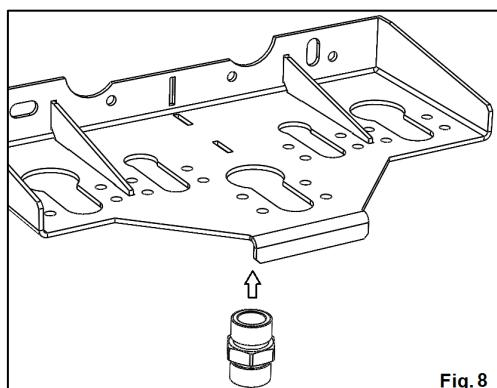
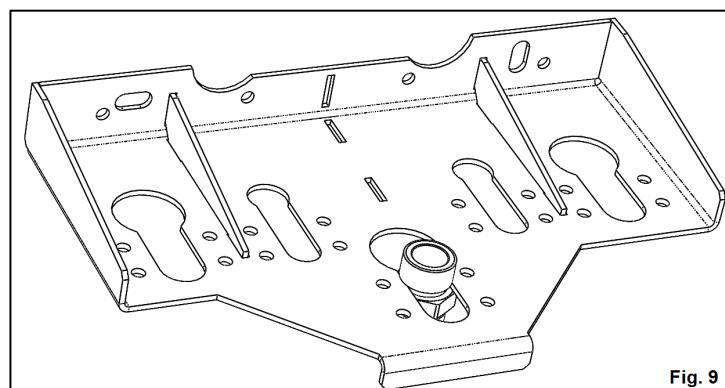

Fig. 8
Fig. 9
**6.** Se pochiedeaaza racordul G, pe placa P, in pozitia indicata in Fig. 9, prin introducerea tronsonului superior in gaura din placa (Fig. 8), si deplasarea de-a lungul decuparii.